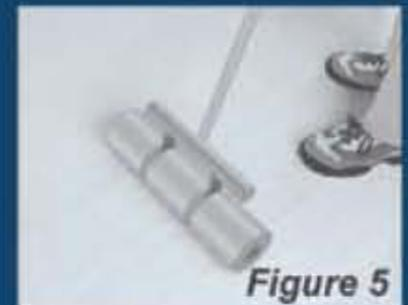

Figure 5
9. Passer un rouleau lourd de 75 - 100 lbs sur la membrane afin d'assurer le transfert d'adhésif (figure 5).